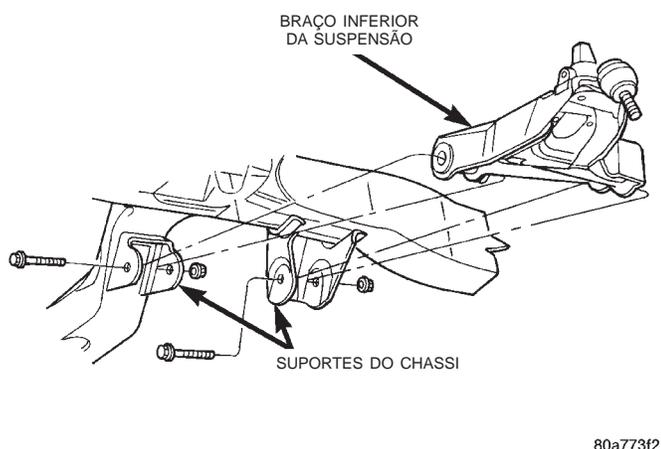

Fig. 7 Braço Inferior da Suspensão
- (1) Levante e apóie o veículo.
- (2) Remova o conjunto de roda e pneu.
- (3) Remova a pinça e o rotor do freio a disco da junção da direção. Consulte o Grupo 5, "Freios".
- (4) Remova o amortecedor.
- (5) Remova a articulação da barra estabilizadora do braço inferior da suspensão.
- (6) Remova a mola em espiral.
- (7) Remova os parafusos de montagem do braço inferior da suspensão (Fig. 7) dos suportes do chassi e remova o braço.